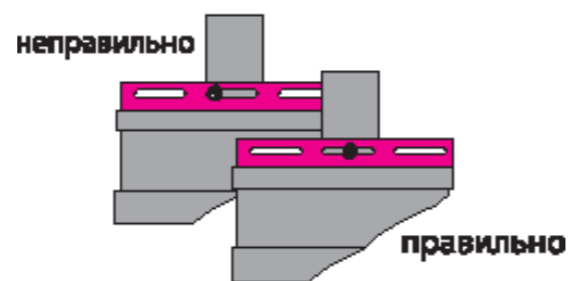

рис. 7
- ▷ Центр самореза должен быть в середине перфорированного отверстия (рис. 7);